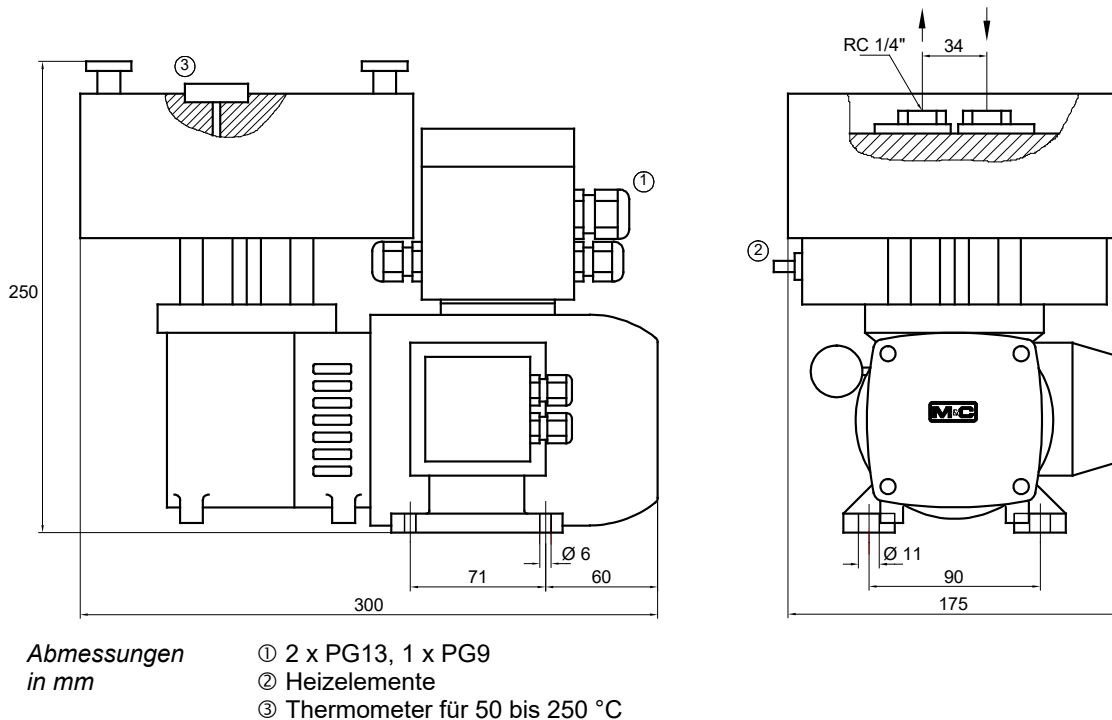

Abbildung 2 Abmessungen [mm] MP26-H1
- Die Anschlussabmessungen sind in Abbildung 2 gezeigt.
Abbildung 2 zeigt die Abmessungen der Membranpumpe.